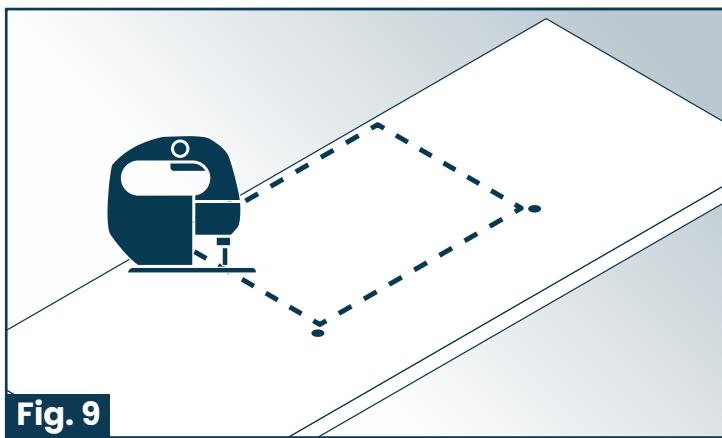

Fig. 9
5. Cortar la abertura con una sierra o herramienta similar. (Fig. 9)